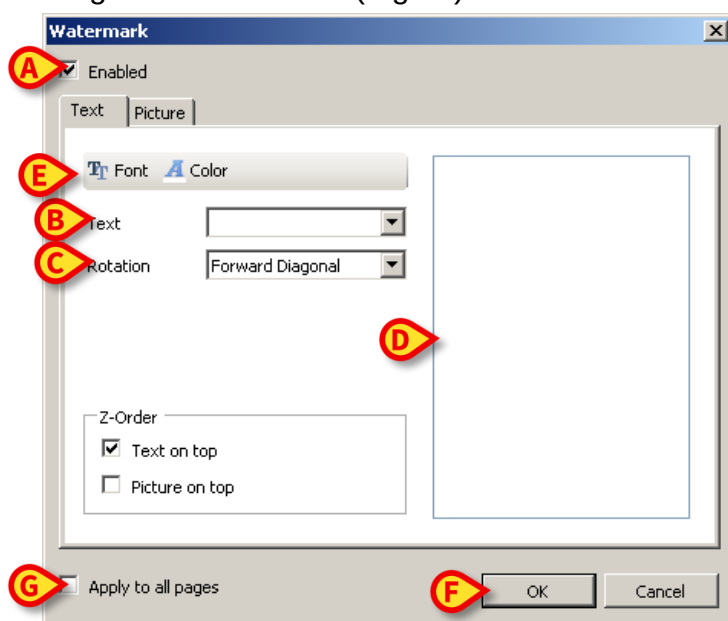

Fig 23
Følgende vindu vises (Fig 23).
- Pass på at “**Aktivert**”-avkrysningsboksen er avkrysset (Fig 23 **A**). Hvis ikke, kan ikke vinduets innhold redigeres.
- Legg teksten inn i “**Tekst**”-feltet (Fig 23 **B**).
- Bruk “Rotasjon”-menyen (Fig 23 **C**) for å angi vannmerkets dreining (diagonalt, vannrett, loddrett).
En forhåndsvisning vises i området angitt på Fig 23 **D**.
- Bruk knappene angitt på Fig 23 **E** for å velge vannmerkets skrifttype og farge.
- Klikk på **Ok**-knappen (Fig 23 **F**).
Hvis “**Bruk på alle sider**”-avkrysningsboksen er valgt (Fig 23 **G**), brukes vannmerket på hver side i dokumentet. Hvis ikke, kun på den nåværende siden.